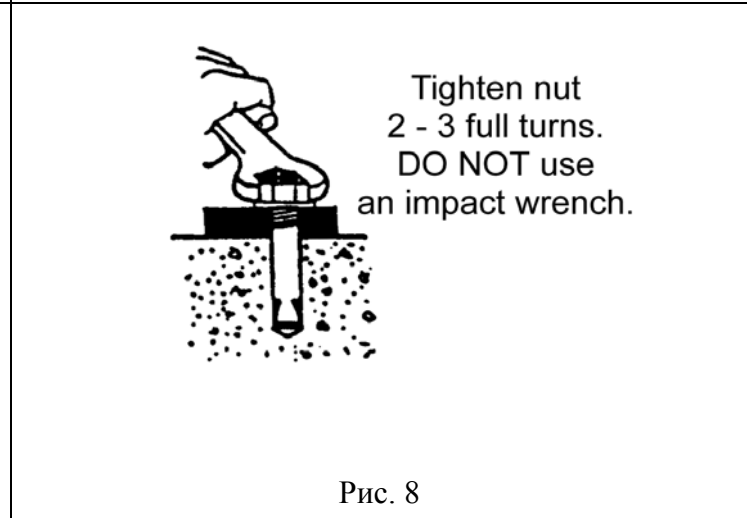

Рис. 8
4. Отрегулировать стойку, затянуть гайки анкерных болтов на 2-3 полных оборота.( см. Рис.8 )